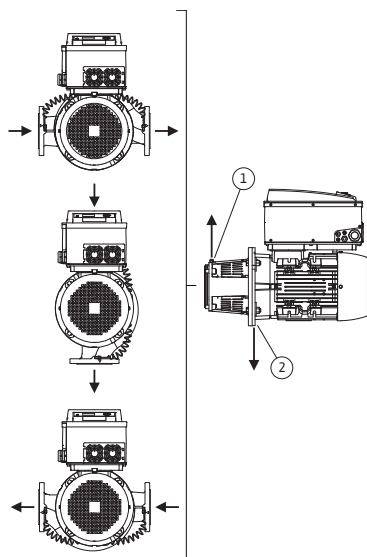
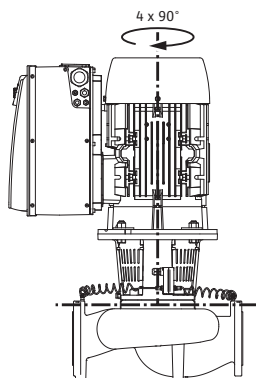

Fig. 18: Dozvoljeni položaji ugradnje sa horizontalnim vratilom motora
Fig. 19: Dozvoljeni položaji ugradnje sa vertikalnim vratilom motora
Dozvoljeni položaji ugradnje sa horizontalnim vratilom motora i elektronskim modulom okrenutim nagore ( $0^\circ$ ) prikazani su na Fig. 18. Na slici nisu prikazani dozvoljeni položaji ugradnje sa bočno montiranim elektronskim modulom ( $\pm 90^\circ$ ). Dozvoljen je svaki položaj ugradnje, osim položaja ugradnje „Elektronski modul nadole“ ( $-180^\circ$ ). Odzračivanje pumpe je omogućeno samo kada je ventil za odzračivanje okrenut nagore (Fig. 18, poz. 1). Stvoreni kondenzat se samo u ovom položaju ( $0^\circ$ ) može odvesti preko postojećih otvora, lanterne pumpe, kao i motora (Fig. 18, poz. 2). U tu svrhu ukloniti čep na prirubnici motora.
Dozvoljeni položaji ugradnje sa horizontalnim vratilom motora prikazani su na Fig. 19. Dozvoljen je svaki položaj ugradnje, osim položaja ugradnje „Motor nadole“.
- Kod horizontalnog motornog vratila, odzračni ventil na laterni (Fig. 6, poz. 1.31) mora kod horizontalnog vratila motora uvek da bude okrenut nagore (Fig. 6a: i Fig. 6b:). Kod vertikalnog vratila motora dozvoljena je bilo koja orijentacija. U vezi s tim, pogledajte i Fig. 18: „Dozvoljeni položaji ugradnje sa horizontalnim vratilom motora“ na strani 25, odn. Fig. 19: „Dozvoljeni položaji ugradnje sa vertikalnim vratilom motora“ na strani 25.
- Kod horizontalnog vratila motora je potrebno da otvor za odvod kondenzata bude okrenut nadole (Fig. 18, poz.2). U zavisnosti od slučaja, motor se mora okretati u odgovarajućem smeru.